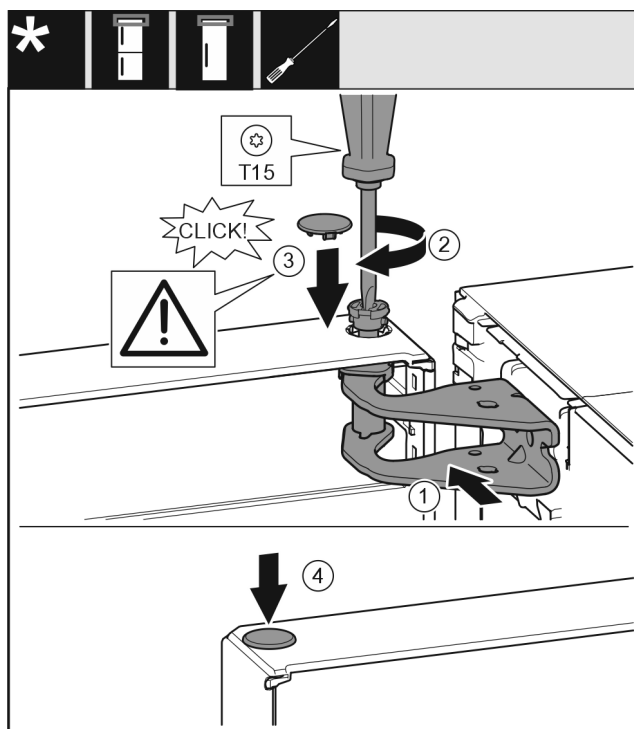

Fig. 22
- Alinee la parte superior de la puerta con el orificio del caballete Fig. 22 (1).
- Inserte el perno Fig. 22 (2) y apriételo con un destornillador.
- Coloque la cubierta Fig. 22 (3).
- Compruebe que la cubierta Fig. 22 (3) se apoye sobre la puerta.
- Coloque la cubierta Fig. 22 (4).